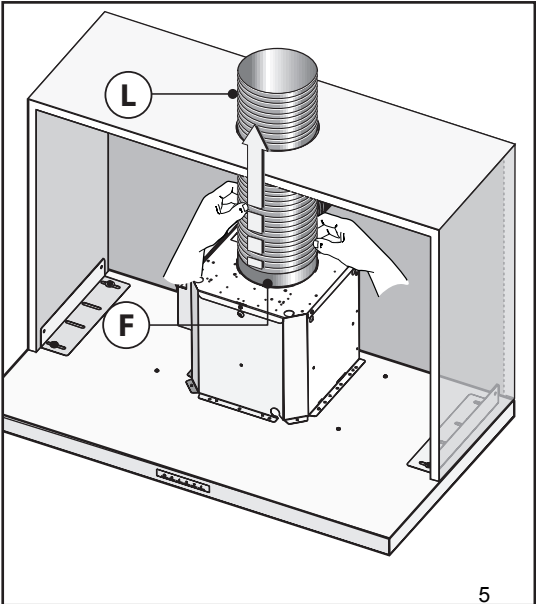

Fig.5
- Med slangen **L**, forbind flangen **F** til udstødningshullet (Fig.5).